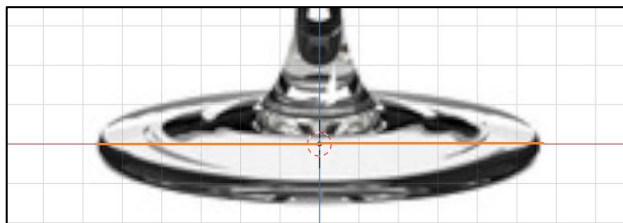

Figura 1. Ajuste do círculo à base do copo.
- Fazer redimensionamentos e translações de maneira a ficar na base do copo, em cima da imagem, como se vê na Figura 1;